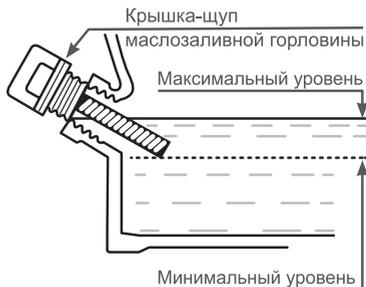

**Рис. 11. Крышка-щуп маслозаливной горловины**
2. Открутите крышку-щуп 1 маслозаливной горловины и извлеките щуп (Рис. 11).